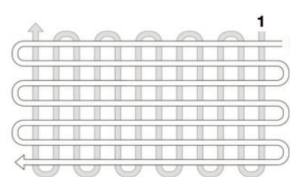

рис. 6
9.3 Оптимальный эффект использования культиватора достигается при культивировании в двух направлениях (рис. 6).